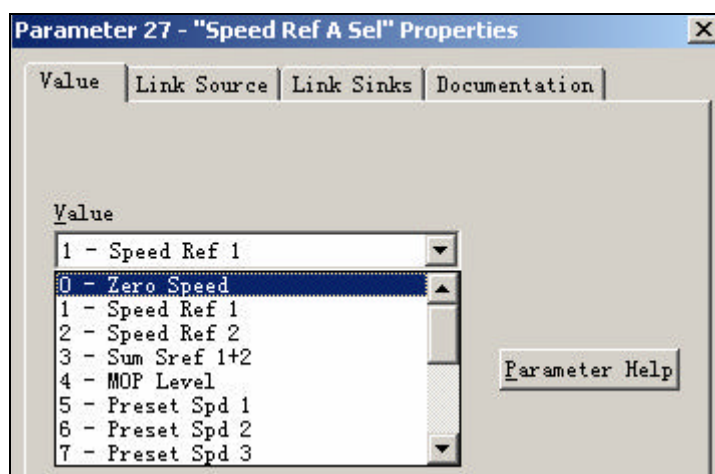

图 6-9 修改参数
(7) 点击 Value 的下拉键, 出现该参数可供选择的选项, 选择后点击 OK 保存设置, 如图 6-9 所示。